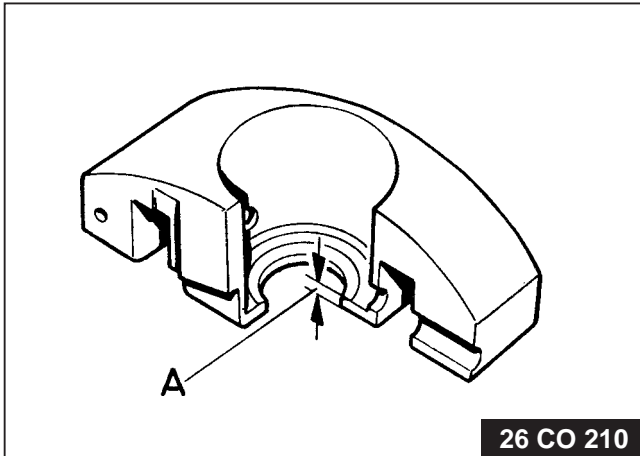

Fig. 8.
- b. Reguleurgewichten. Controleer bij de gewichten vooral het aanlegvlak, waar de binnenste veerschotel tegenaan rust (fig. 8). Indien dit vlak slechts weinig (ca. 0,1 mm) is ingeslagen, mag het op de draaibank worden